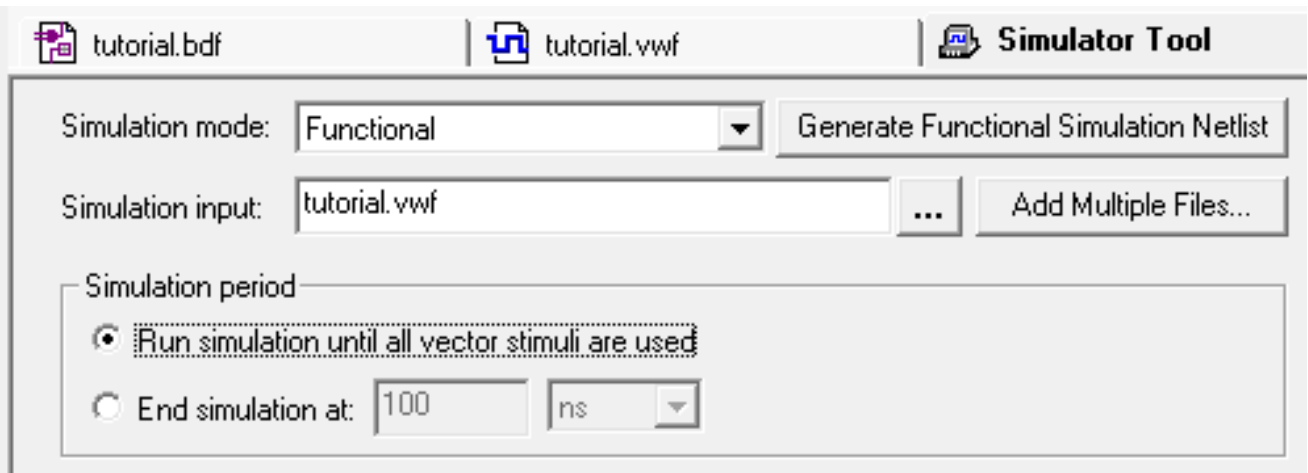

Figura 14 – modo Funcional.
- **Processing -> Simulator Tool.** Veja a figura 14.